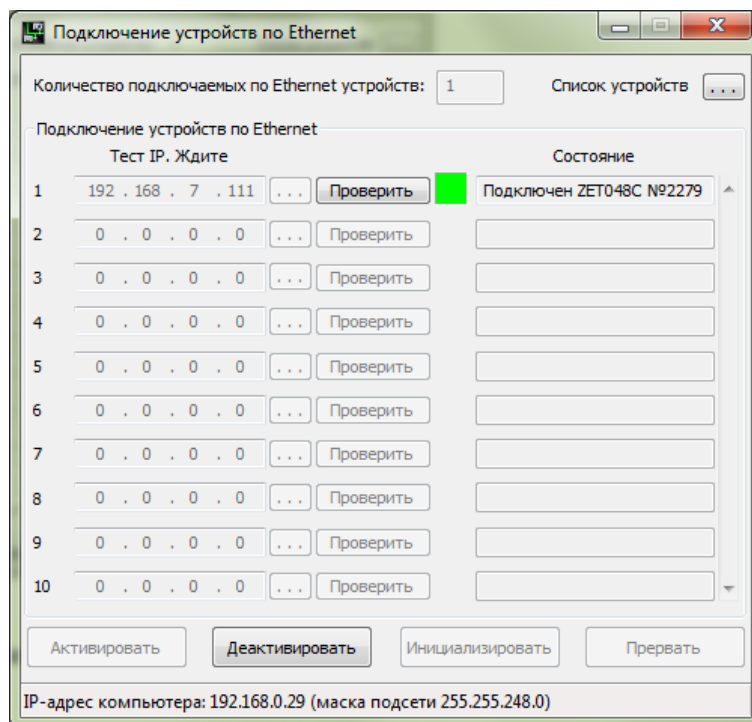

Рис. 2.6 Программа «Подключение устройств по Ethernet»
- В программе «Подключение устройств по Ethernet» индикатор состояния должен подсветиться зеленым цветом, а в строке «Состояние» отображается информация о подключенном регистраторе (Рис. 2.6).